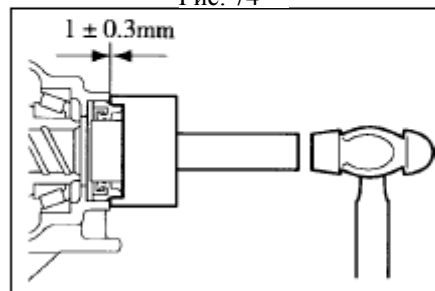

Рис. 75
2. Установите масляное уплотнение кожуха трансмиссии (см. Рис. 75).